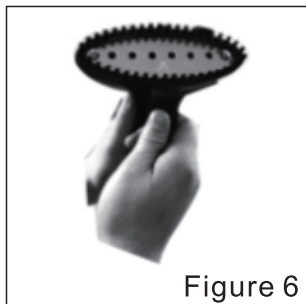

Figure 6
- ⑥ En cas de repassage de produits de laine ou dépoussiérage, veuillez installer le brosse à tissu (facultatif) ; Fixez la brosse à tissu sur la buse du flexible de vapeur, et mettez la buse du flexible de vapeur sur le crochet. Ne pas installer la brosse à tissu pour repasser d'autres tissus. (Figure 6).